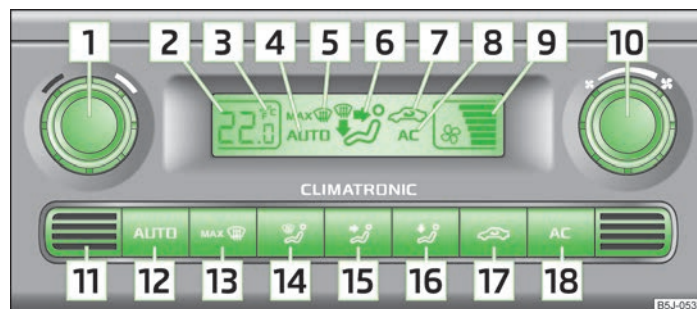

Fig. 80 Climatronic: Elementos de mando
- » (AC) 18 » fig. 80 de la página 77 conectado.
- » Pulsar la tecla (AUTO) 12 » fig. 80 de la página 77.
Pulsar y mantener pulsadas al mismo tiempo las teclas (AUTO) y (AC) » fig. 80 de la página 77. En el display aparecerán los datos en la unidad de medida deseada de la temperatura.
En la parte inferior del aparato se ubica el sensor de la temperatura del habitáculo **11** » fig. 80. No cubrir con adhesivos ni tapar el sensor; de lo contrario, esto podría influir negativamente sobre el Climatronic.
- Pulsar la tecla **AUTO** **12** » fig. 80 de la página 77, en la pantalla se visualiza **AUTO**.
- Después de conectar el encendido, se puede ajustar la temperatura interior deseada con el regulador giratorio **1** » fig. 80 de la página 77.
- Pulsar la tecla  **17** » fig. 80 de la página 77, en la pantalla se muestra el símbolo .
- Pulsar de nuevo la tecla  **17** » fig. 80 de la página 77, el símbolo  se apaga en la pantalla.
- Girar el regulador giratorio **10** » fig. 80 de la página 77 hacia la izquierda (disminuir el número de revoluciones del ventilador) o hacia la derecha (aumentar el número de revoluciones del ventilador).
- Pulsar la tecla **MAX** **13** » fig. 80 de la página 77.
- Pulsar de nuevo **MAX** **13** » fig. 80 de la página 77 o **AUTO**.